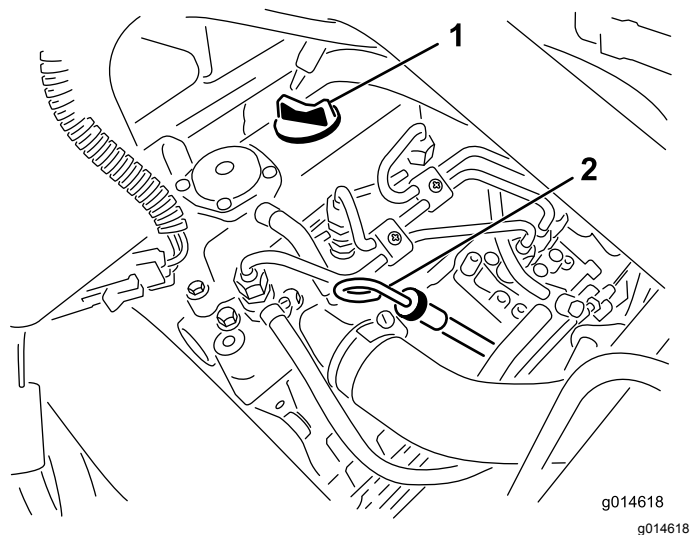

Рисунок 21
2. Извлеките измерительный щуп и протрите его чистой ветошью (Рисунок 21).